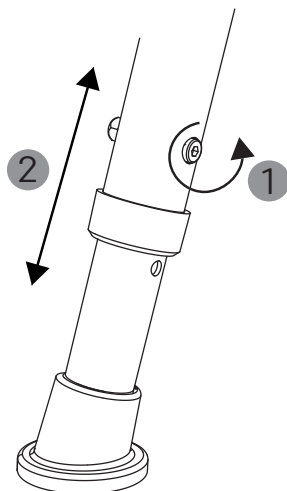

Abb. 15
2. Zum Einstellen der Teleskopbeine werden die Schrauben gelöst (1, Abb. 15) und entfernt.
3. Die Teleskopbeine können nun auf die gewünschte Länge eingestellt (2, Abb. 15) und das Innen- sowie Außenrohr auf Lochdeckung gebracht werden.